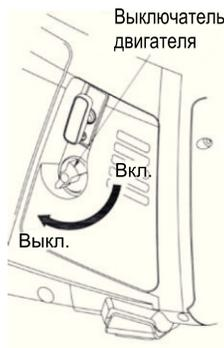

Рис. 19
Для того чтобы остановить двигатель в аварийной ситуации, поверните выключатель двигателя в положение «Выкл.» (рис. 19).
2. Поверните выключатель двигателя в позицию «Выкл.» (рис.19). Топливный клапан автоматически закрывается.